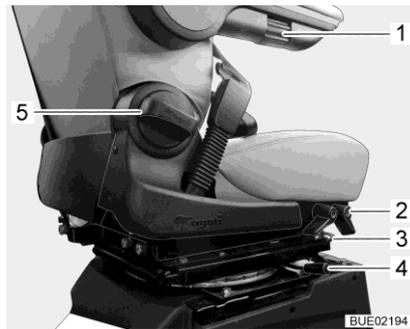

Fig. 15 Réglage des sièges
- Actionner le levier de déverrouillage (Fig. 15,4). Le dispositif de blocage sera alors débloqué.
- Tirer l'étrier (Fig. 15,3) vers le haut.
- Tirer le levier avant ou arrière (Fig. 15,2) vers le haut.
- Tourner la poignée tournante (Fig. 15,5). Le dossier s'incline vers l'arrière ou vers l'avant suivant le sens de rotation.
- Tourner la roulette moletée (Fig. 15,1). L'accoudoir s'incline vers le haut ou le bas suivant le sens de rotation.